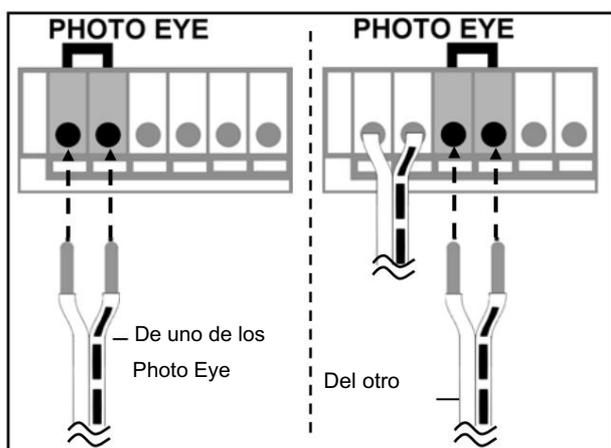

Fig. 3
1. Conecte un par de cables de cualquiera de los fotocélulas a un par de terminales "PHOTO EYE" en la parte posterior del abridor como se muestra en la Fig. 3. Consulte las Instrucciones de cableado en la página 12 para conocer las conexiones adecuadas.